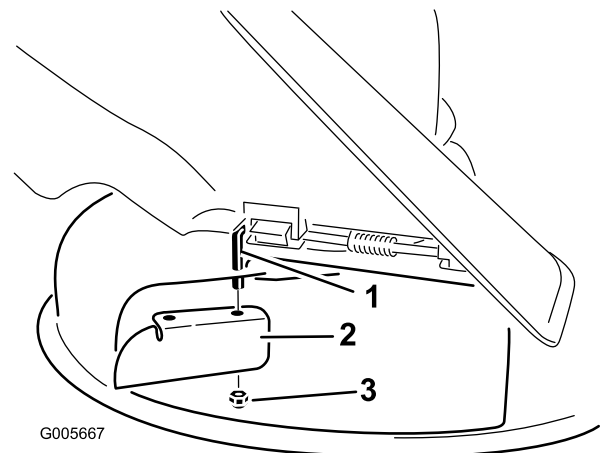

Figure 26
6. Montez le déflexeur d'ouverture sur la tige de pivot exposée (Figure 26). Utilisez l'écrou mince (3/8 pouce) existant pour fixer le déflexeur au plateau de coupe.